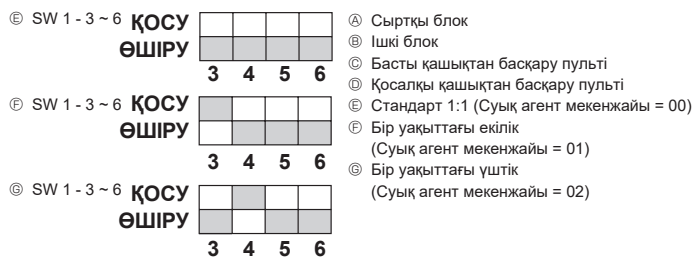

Fig. 9-1
9. Жүйені басқару (Fig. 9-1)
9. Համակարգի կառավարում (Fig. 9-1) 17